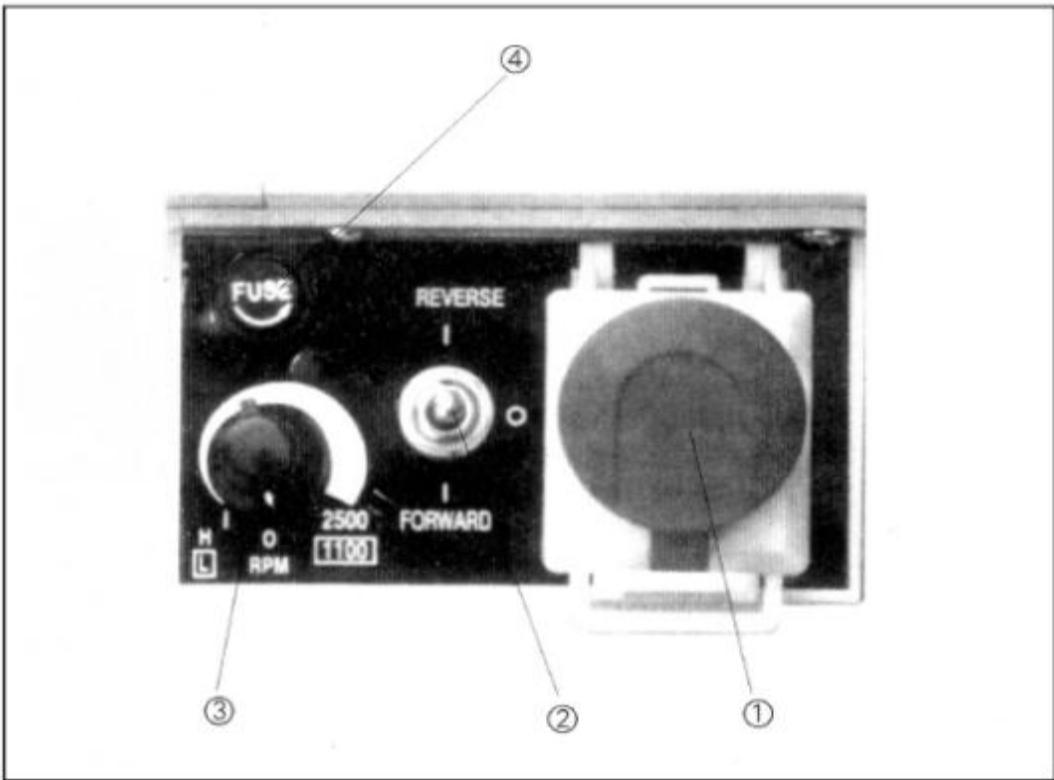

Рис. 4 Пульт управления
5. Сначала отключите переключатель ①. Установите переключатель ③ на «0», а переключатель ② на STOP (СТОП). Для запуска токарного станка установите переключатель ① в нормальное положение (направление указано на переключателе), а переключатель ② в положение FORWARD (ВПЕРЕД) или REVERSE (НАЗАД).
Шпиндель начнет вращаться сразу после срабатывания переключателя ③. Скорость можно регулировать с помощью переключателя ③. Если необходимо изменить направление вращения шпинделя токарного станка, сначала переведите переключатель ③ в положении «0». Для останова токарного станка в аварийной ситуации немедленно нажмите аварийный выключатель ①. Для повторного запуска токарного станка повторите процесс, описанный выше. (СМОТРИТЕ рис. 4).